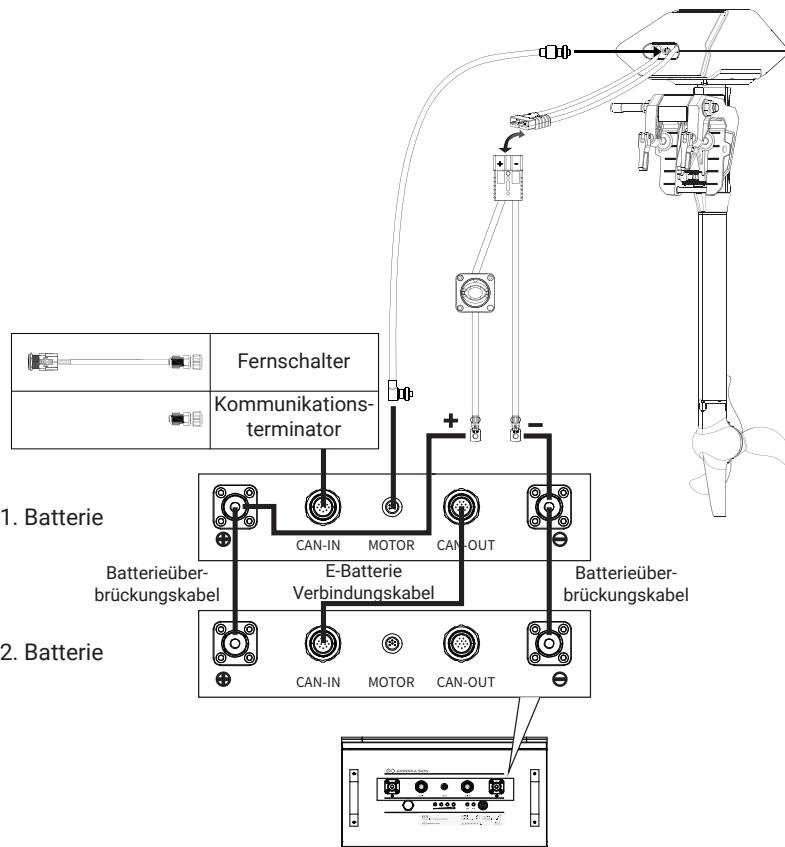

Abbildung 2-6
**⚠** Wenn die parallelgeschalteten Batterien an den Außenbordmotor von ePropulsion angeschlossen sind, muss der Außenbordmotor über das Verbindungskabel an die 1. Batterie angeschlossen werden (siehe Abbildung 2-6). Dabei kann der Außenbordmotor nur an die 1. Batterie angeschlossen werden.
-  Wenn mehrere Batterien desselben Modells parallel angeschlossen sind, können Sie zum Ein-/Ausschalten der Batterien nur den Ein/Aus-Schalter an der 1. Batterie (die an die Maschine angeschlossene Batterie, siehe Abbildung 2-6) oder den Fernschalter drücken.